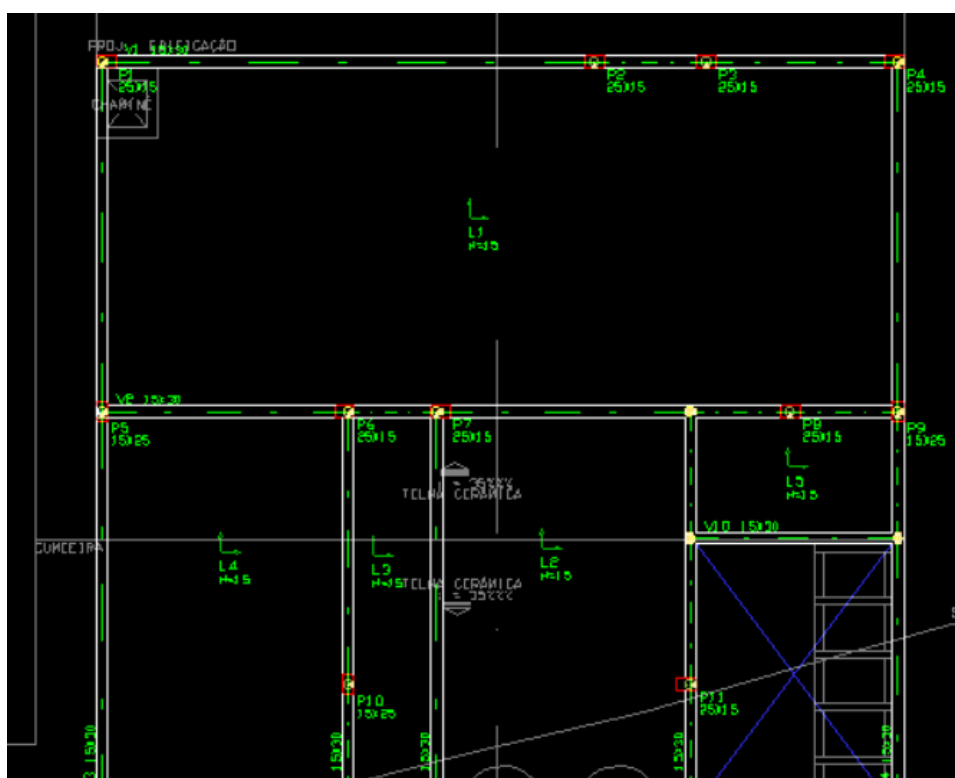

Figura 17 – Esquema com lajes inseridas
-Após definida a carga, clique em inserir laje. O “X” em azul no modelador estrutural mostra que existe um vazio entre vigas e pilares, onde pode ser inserida uma laje. Clique no centro do “X”, digite 0 para laje com direção principal a 0° da linha horizontal e aperte enter. Ou digite 90 para laje com direção principal a 90° da linha horizontal e aperte enter. A Figura 17 mostra o esquema final com as lajes L1 e L2 inseridas.